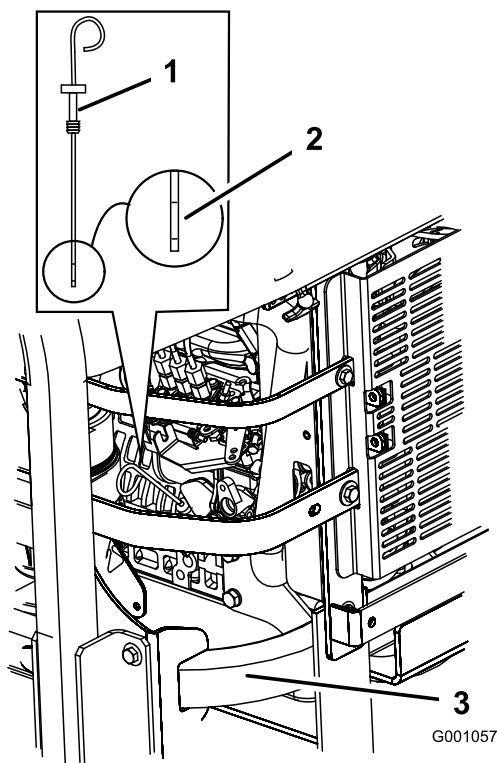

Figure 37
- Nettoyez la surface autour de la jauge d'huile (Figure 37) pour éviter que des impuretés ne s'introduisent dans le goulot de remplissage, ce qui risquerait d'endommager le moteur.
- Sortez la jauge d'huile et essuyez soigneusement l'extrémité métallique (Figure 37).
- Enfoncez la jauge complètement dans le goulot de remplissage. Ressortez la jauge et examinez l'extrémité métallique (Figure 37). Si le niveau est bas, versez lentement une quantité d'huile suffisante dans le trou de remplissage pour amener le niveau au repère du plein.